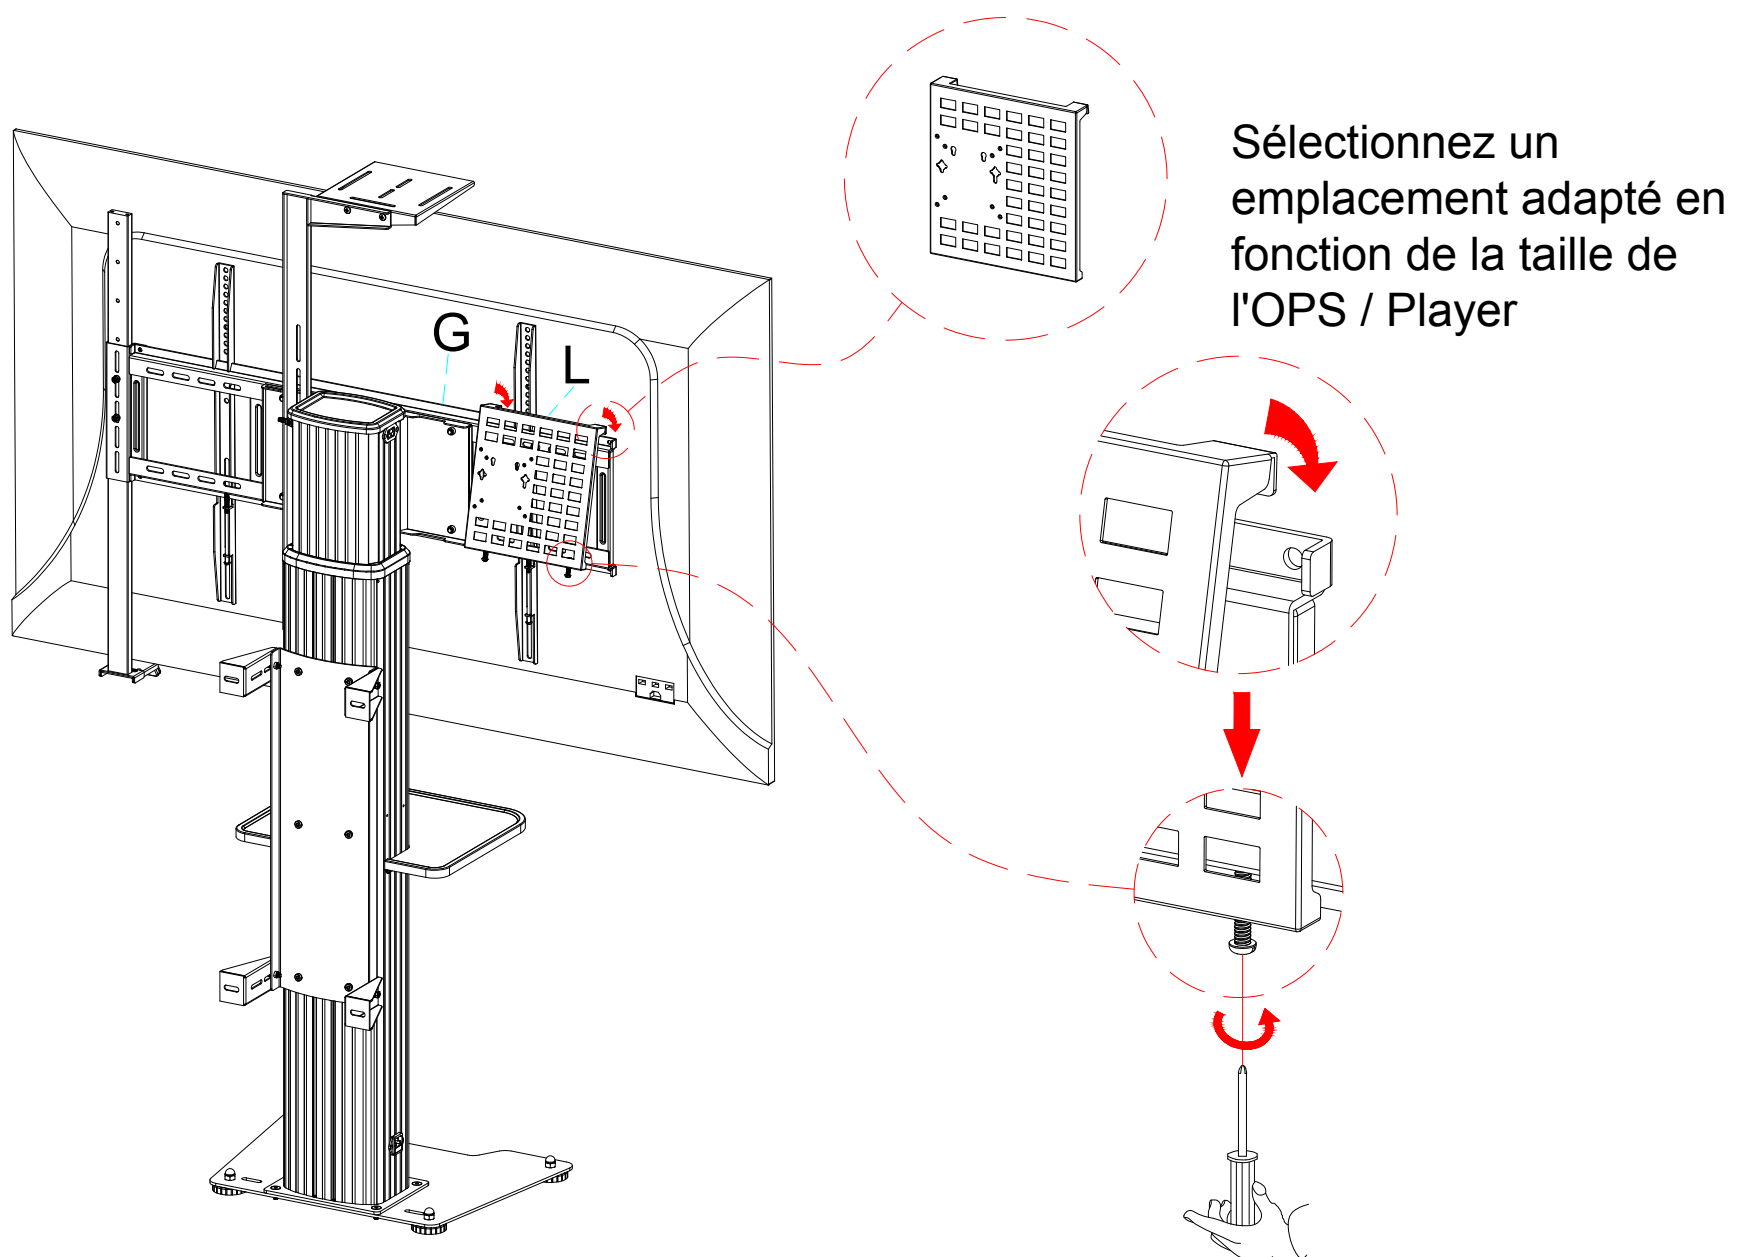

Figure 12
Étape 12 : Assemblez le support OPS/Player (L) et la plaque murale (G), puis serrer les deux vis de sécurité. (Figure 12)